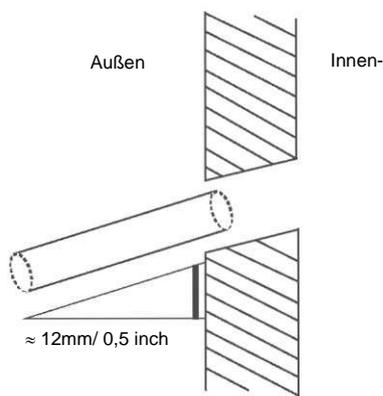

Abb. 6.5
3. Verwenden Sie einen 65 mm (2,5“) Kernbohrer für das Loch. Stellen Sie sicher, dass die Bohrung in einem leichten Abwärtswinkel gebohrt wird, damit die Außenseite des Lochs um etwa 12mm (0,5“) tiefer liegt als die Innenseite. Dadurch wird ein ordnungsgemäßer Wasserablauf gewährleistet (Siehe Abb. 6.5). Legen Sie die Schutzmanschette in die Bohrung. Dies schützt die Kanten des Lochs und hilft beim Versiegeln, wenn Sie den Installationsvorgang abschließen.